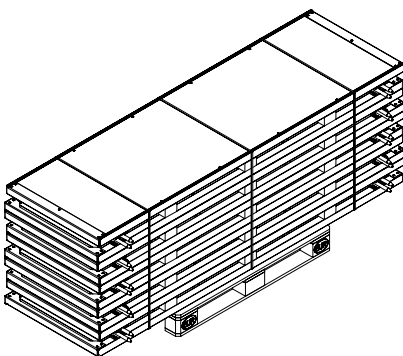

Fig. A1.04
- Les platelages sont sécurisés contre la chute et le glissement. (Fig. A1.04)